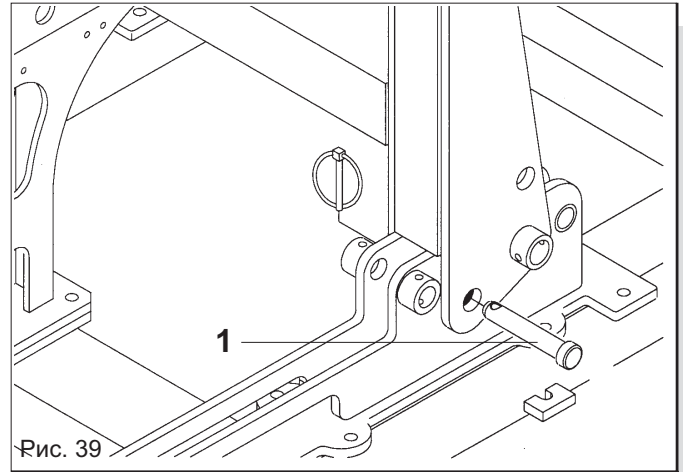

Рис. 39
- Удалить защитный штифт (1 Рис. 39);